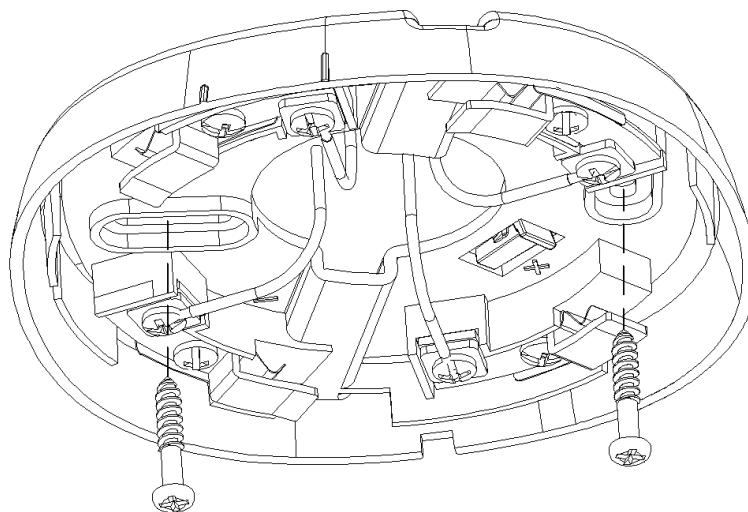

Figura 2-8
Paso 7 Utilice dos tornillos autorroscantes del kit para fijar la placa base de instalación, como se muestra en la Figura 2-8.